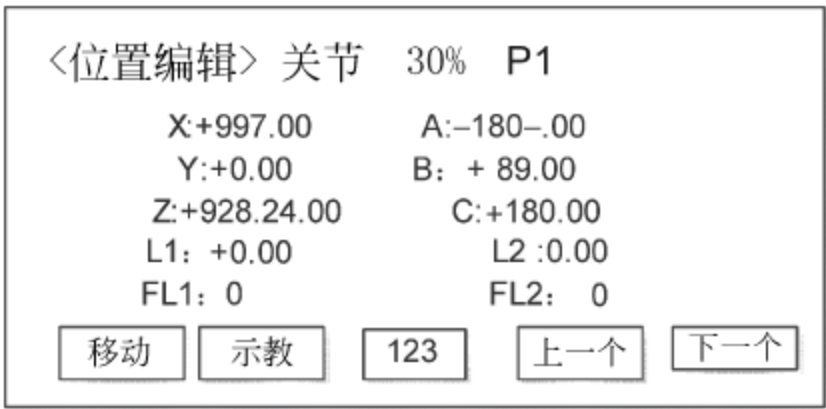

图 4-18 调出预想位置点
- (1) 伺服 ON。
- (2) 进入“位置编辑”界面,调出预想位置点,图中为 P1 点,如图 4-18 所示。
- (3) 按住对应“移动”功能的 F1 键,直到机器人移动到该位置 P1 点。